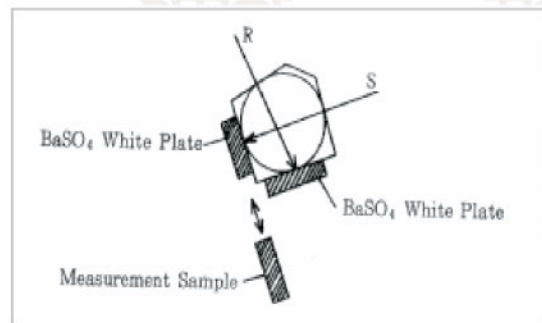
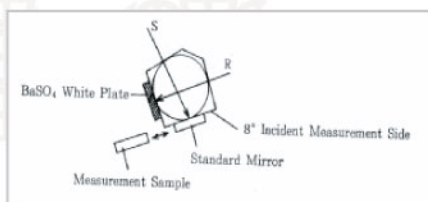
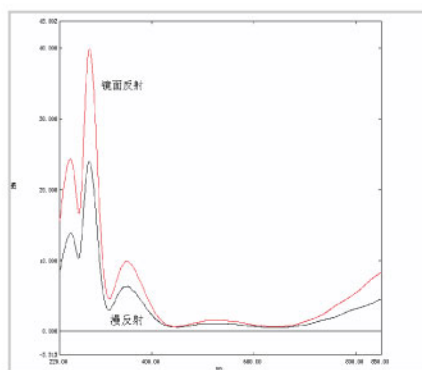

图3 漫反射测定示意图
图4 镜面反射测定示意图
图5 凹凸透镜的漫反射和镜面反射光谱
a.漫反射测定。样品凹面涂黑，测定凸面的漫反射光谱，两块标准BaSO₄白板校正仪器基线，样品放积分球0°侧，以BaSO₄白板做参比，如图3所示放置样品。得样品的漫反射光谱，如图5中下面的曲线。
b. 镜面反射测定。使用S/R切换功能，切换分光光度计的样品和参比光束，标准铝镜放积分球8°入射侧，BaSO₄白板放参比侧，校正仪器基线。然后用样品取代铝镜，如图4所示放置样品得镜面反射光谱，如图5中上面的曲线。